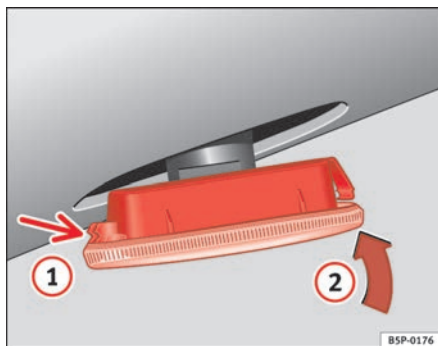

Abb. 169 Seitlicher Blinker
- Setzen Sie den Blinker zuerst in der Aufnahme der Karosserie ein, wobei die Halterungen richtig einrasten müssen ⇒ Abb. 169, Pfeil ①.
- Setzen Sie den Blinker in Richtung Pfeil ② ein ⇒ Abb. 169. ■